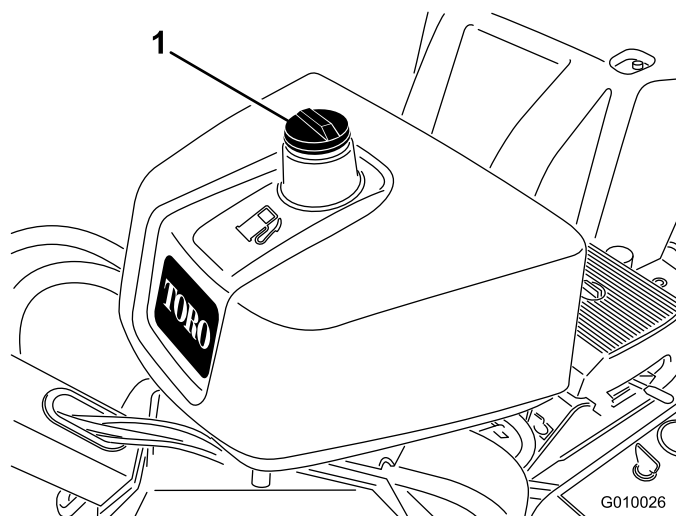

Bild 15
2. Reinigen Sie den Bereich um den Tankdeckel herum und nehmen Sie den Deckel ab (Bild 15).